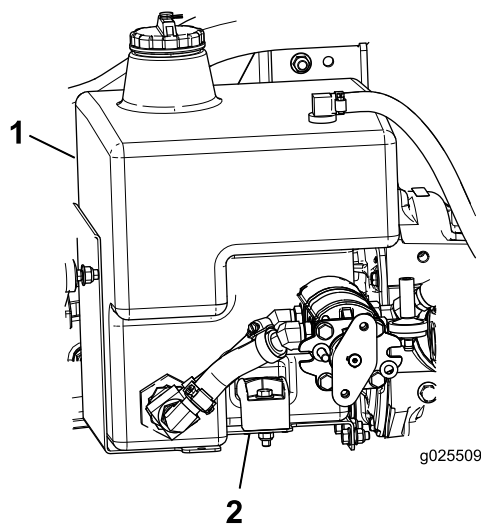

Figura 4
2. Remova o encaixe reto para permitir a drenagem do fluido (Figura 4 e Figura 11). Elimine o encaixe reto.
3. Retire o parafuso e o suporte que seguram o depósito hidráulico (Figura 4).